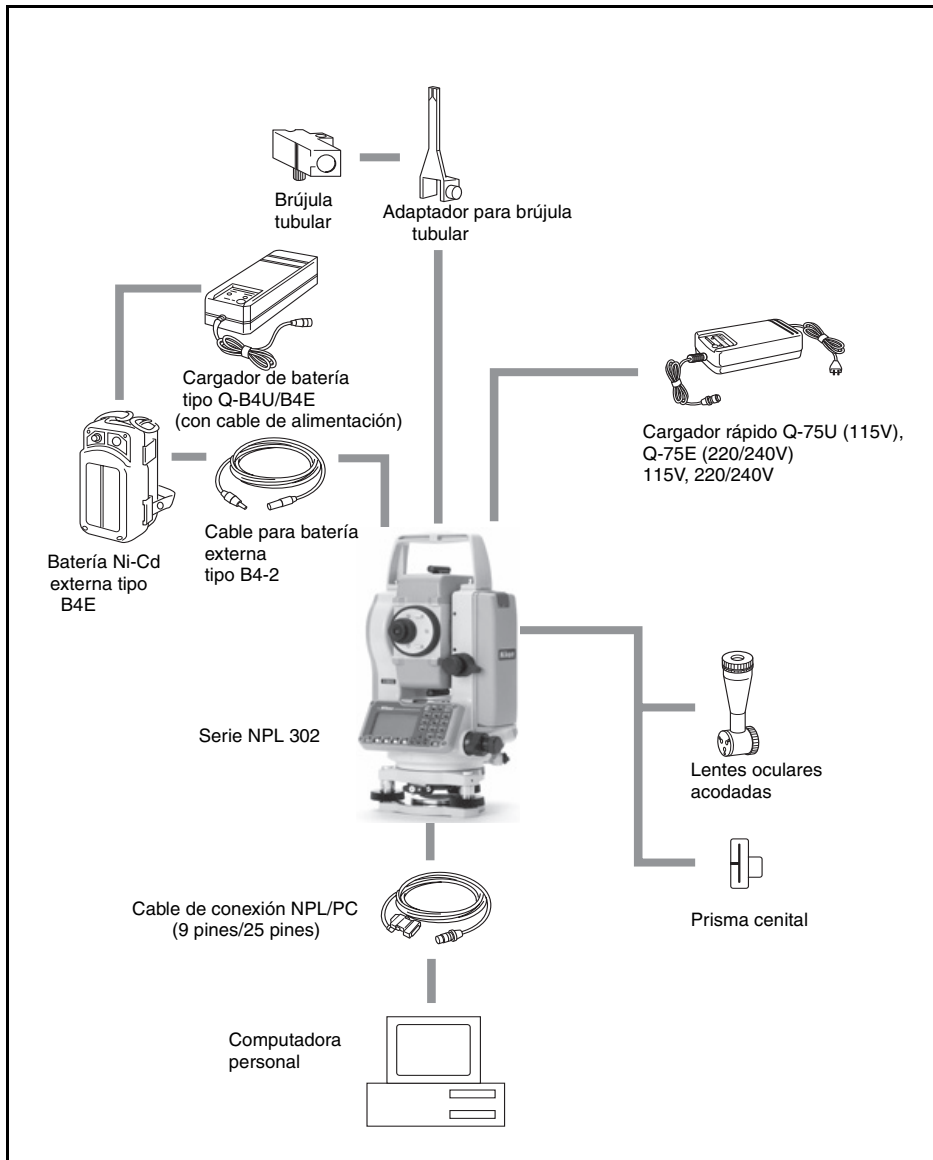

Figura 8.1 Lado de medición
**Precaución** – Excepto por la conexión que se muestra en la Figura 8.1 de la página 214, el uso de dicho conector correrá por cuenta y riesgo del usuario.